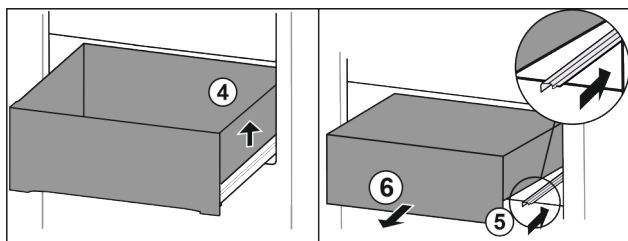

Fig. 75
- ▶ Nadvíhnite zásuvku doprava. Fig. 75 (4)
- ▶ Zasuňte pravú koľajničku. Fig. 75 (5)
- ▶ Odoberte zásuvku dopredu. Fig. 75 (6)